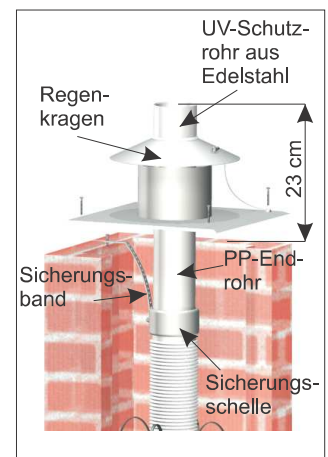

Bild 8
6. Anschließend ist das flexible Rohr mit Hilfe des Sicherungsbandes am Schachtende gegen Absinken zu sichern (Bild 8).